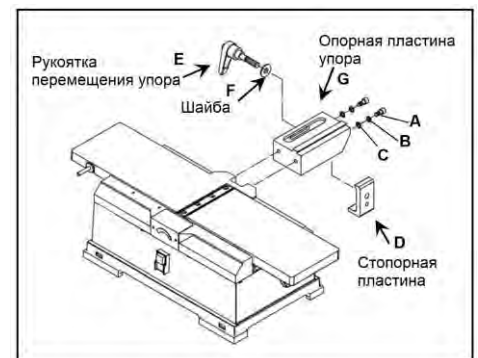

Рисунок 2
- Прикрепите основание упора (G, Рисунок 2) к фугоувальному станку с помощью винтов (М6х16, А, Рисунок 2), плоских шайб (М6, В, Рисунок 2) и контршайб (М6, С, Рисунок 2).
- Вставьте стопорную пластину (D, рисунок 2) в основание упора. Установите стопорную пластину так, чтобы штифты касались нижнего края основания упора.
- Закрепите стопорную пластину в требуемом положении с помощью рукоятки перемещения упора (Е, Рисунок 2) и шайбы (F, Рисунок 2).
- Наденьте упор и кронштейн на соединение «ласточкин хвост» основания упора (E, рис. 5) и стопорную пластину (D, рис. 2).
- Задвиньте упор вперед так, чтобы он находился над столами строгального станка. В этом положении край ограждения ножевого вала будет упираться в упор, и ножевой вал будет закрыт по всей ширине. Зафиксируйте кронштейн в этом положении с помощью рукоятки перемещения упора (E, Рисунок 2).